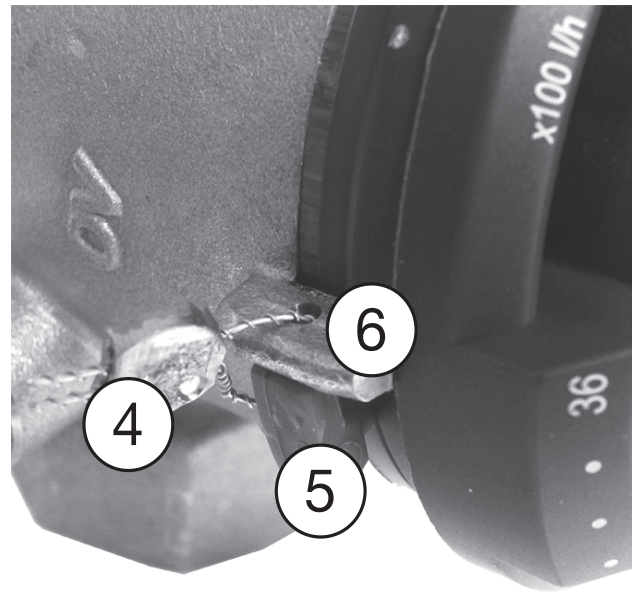

Рис. 12: Сохранение предварительных настроек
- 1 Снять стопорное кольцо (3).
- 2 Нажать на маховик (2) и поворачивать его, пока маркировка заданного значения (1) не будет указывать на желаемое значение расхода (при этом снова осуществляется зацепление маховика).
- 3 Установите стопорное кольцо (3) на место.
Стопорное кольцо (5) можно дополнительно герметизировать на маркировке заданного значения (6) с помощью комплекта для пломбирования (4) (принадлежность, арт. № 1089091) (см. Рис. 12).